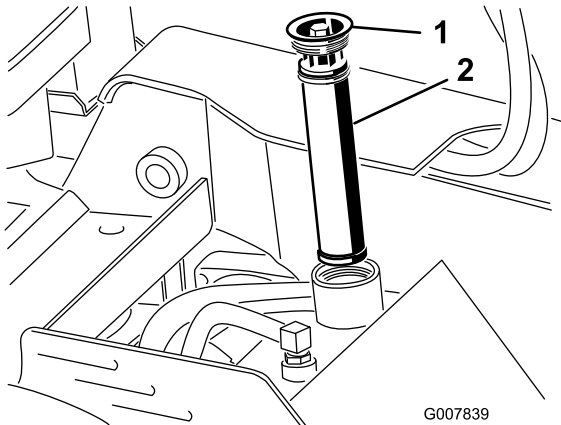

Bild 62
4. Entfernen und entsorgen Sie alten Filter (Bild 62).
5. Setzen Sie den Ersatzhydraulikfilter und den Fülldeckel (Bild 62) ein und ziehen Sie die Schraube oben bis auf 13-15,5 N·m an.
7. Entfernen Sie den Fülldeckel des Hydraulikbehälters und den Filter (Bild 62).
12. Setzen Sie den Hydraulikfilter und den Fülldeckel (Bild 62) ein und ziehen Sie die Schraube oben bis auf 13-15,5 N·m an.